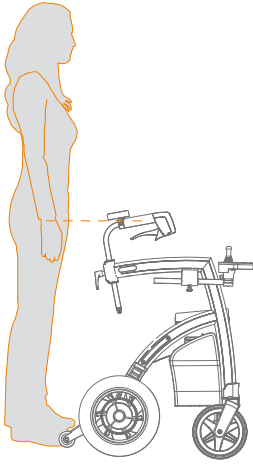

Figure 18: Déterminez la hauteur correcte.
Le réglage de la hauteur correcte (**Figure 18**) est crucial pour une utilisation optimale du Rollz Motion Electric. La hauteur peut être réglée entre la position minimale et la position maximale. De cette façon, le Rollz Motion Electric peut facilement être adapté aux besoins individuels.
- a. Pour déterminer la hauteur correcte, tenez-vous entre les poignées du Rollz Motion Electric, les bras près du corps. Les poignées doivent être à la hauteur de vos poignets (**Figure 18**).